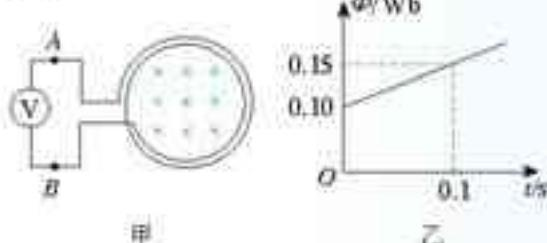

图 4.5-4 电压表读数是多少?
2. 如图 4.5-4 甲, 100 匝的线圈 (为表示线圈的绕向, 图中只画了 2 匝) 两端 A、B 与一个电压表相连。线圈内有指向纸内方向的磁场。线圈中的磁通量在按图乙所示规律变化。